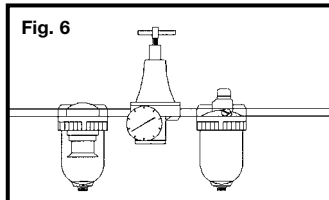

Fig. 6
- **Utilice aire comprimido limpio, seco y regulado** de 4,8 a 8,3 bar (70 a 120 PSI). (Fig. 6)